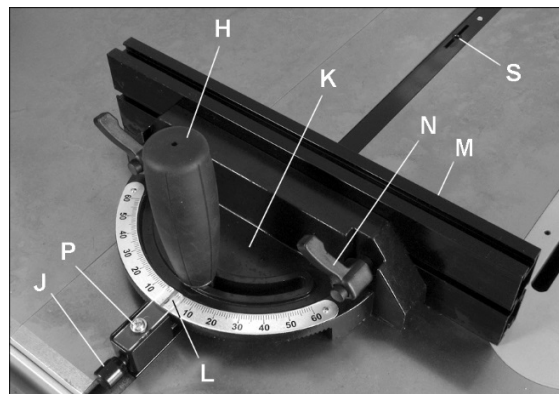

Рис. 8-2
См. Рис. 8-2 и 8-3.
2. Ослабьте запорную рукоятку (H, Рис. 8-2), повернув ее против часовой стрелки.
3. Потяните подпружиненную ручку (J) и поворачивайте ее, пока корпус (K) приспособления не встанет под нужным углом (руководствуйтесь шкалой).
4. Затяните запорную рукоятку (H).
Положение углового упора (M, Рис. 8-2) можно отрегулировать, сдвинув его вправо или влево, либо его можно снять.
2. Выставьте приспособление перпендикулярно пильному диску (угол 0° по шкале). Для этого ослабьте запорную рукоятку (H, Рис. 8-2), затем потяните подпружиненную ручку (J) и поворачивайте корпус (K), пока не выставите нужный угол по шкале.
**ПРИМЕЧАНИЕ:** На штанге приспособления для распила под углом есть два паза с установочными винтами (S, Рис. 8-2). С помощью этих винтов устраняется люфт между штангой и пазом стола.